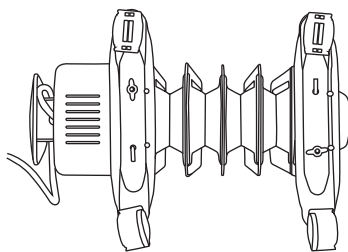

Рис. 4
1. Соединить одну из опорных ножек (2) с двумя роликами (1).
2. Закрепить гайками (3).
4. Перевернуть обогреватель нижней частью вверх, как показано на Рис. 4.
5. Продеть металлический держатель (4) через фиксатор.
6. Прикрепить опорную ножку с колесиками посредством металлического держателя (4) и винтов (5) к нагревателю.